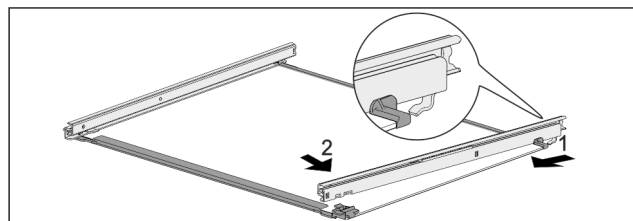

Fig. 140 Staklena ploča s vodicama
- Zakvačite vodicu sa stražnje strane. Fig. 140 (1)
- Uglavite vodicu s prednje strane. Fig. 140 (2)